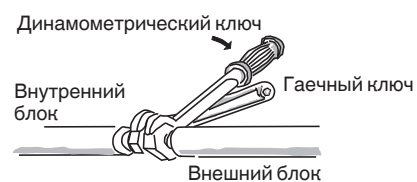

Рис. 5-6
- Во время снятия конусных гаек с соединений трубопровода или во время их затяжки после соединения трубопровода, обязательно используйте динамометрический ключ и рожковый гаечный ключ. (Рис. 5-6)